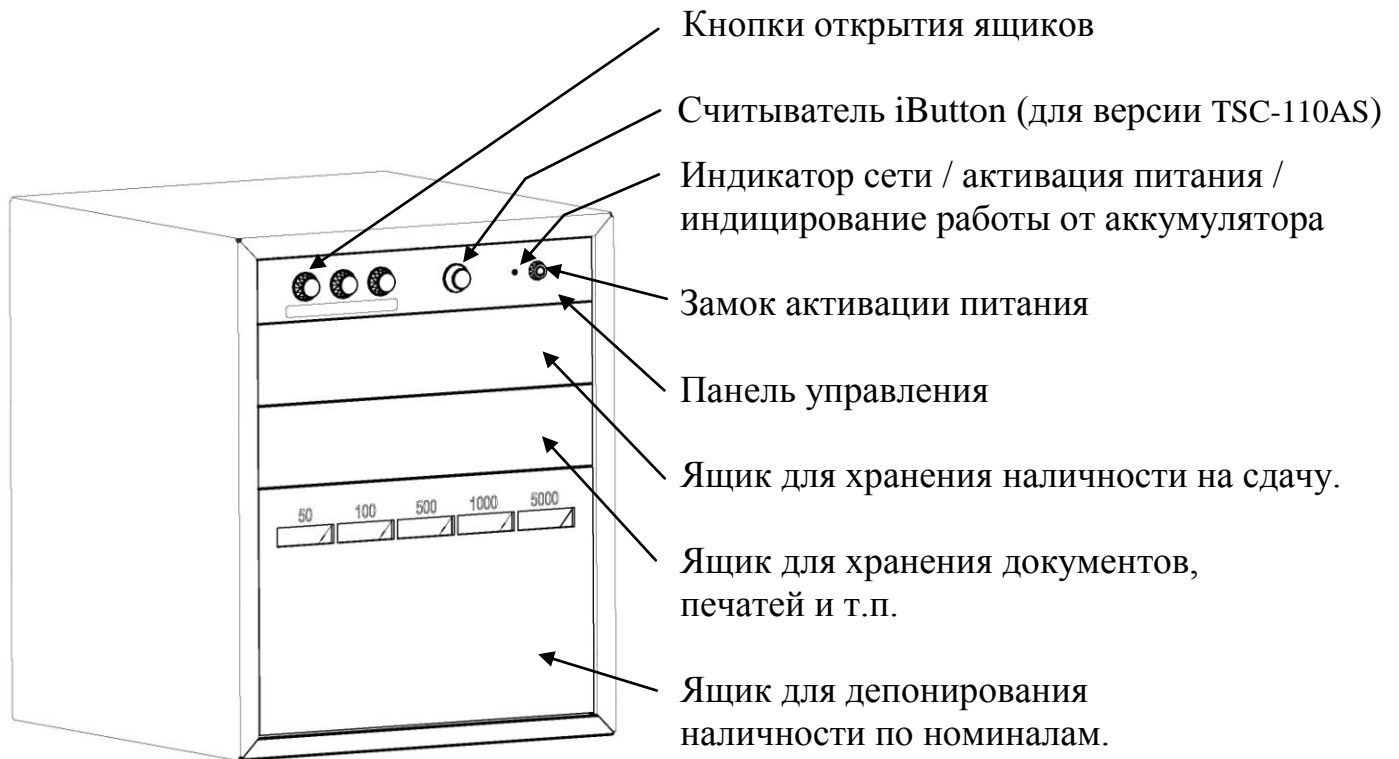
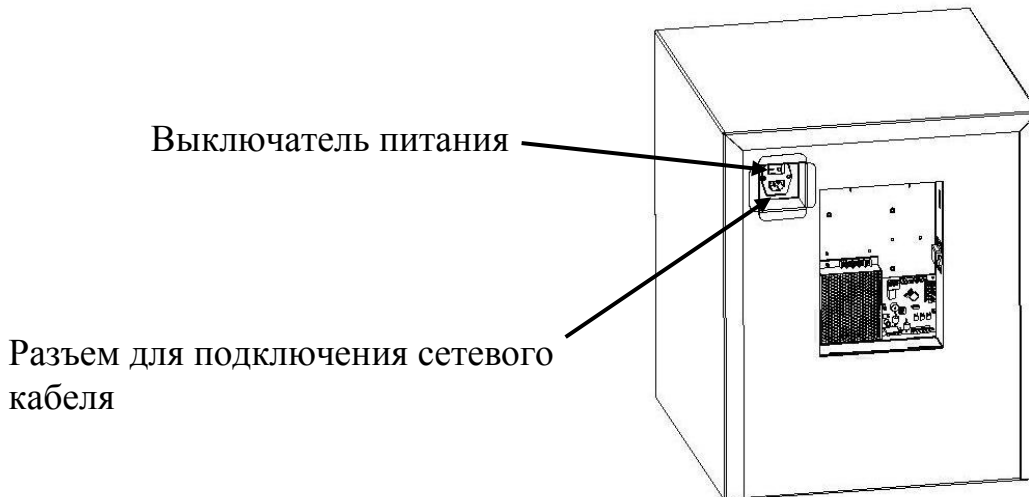

Рис. 1 Общий вид.
Рис.2 Расположение электронного блока управления и сетевого разъема питания.
В случае работы темпокассы TCS-110A и TCS-110AS от аккумулятора более чем 7 дней рекомендуется перевести выключатель питания (рис.2) в положении «OFF» в избегании полного разряда аккумулятора.
Общий вид и основные элементы управления приведены на рис.1.
2. Откройте отсек ЭБУ (отсек ЭБУ находится на задней стенке темпокассы см. рис.2). Аккуратно достаньте сетевой кабель из отсека. В случае необходимости в соответствии с таблицей (см. Табл.1) установите продолжительность задержки открытия (временную задержку) для каждого из ящичков (см. раздел Установка продолжительности задержек открытия). При необходимости подключите и активируйте функции блокировки и подключения к системе ОПС. (см. раздел «Подключение к системе сигнализации и тревожной кнопке. Блокировка.»). Установите дверь отсека ЭБУ на место и закройте ее.
3. Подключите сетевой кабель к разъему, расположенному на задней стенке темпокассы (рис.2).
4. Включите питание темпокассы с помощью выключателя, расположенного на задней стенке корпуса (рис.2), при этом на панели управления красным цветом загорится индикатор сети (рис.1).